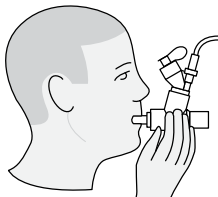

Afbeelding 11. Op een masker aansluiten
Opmerking: raadpleeg afbeelding 11, 12 en 13 voor gebruik met andere accessoires.
2. Draai het elleboogstuk met ontluchting om het aan de positie van de patiënt aan te passen (afbeelding 11).
Waarschuwing: voor een goede verneveling moet de vernevelaar in verticale stand worden gehouden (afbeelding 11 en 12).